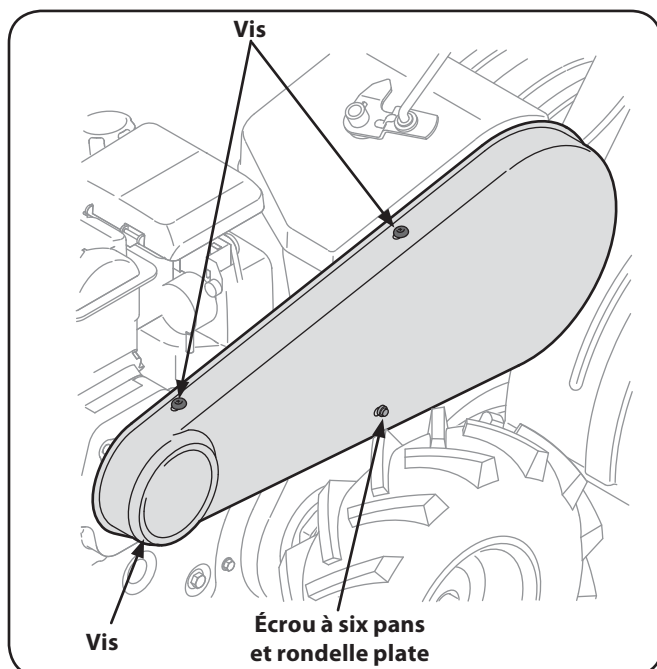

Figure 7-1
2. Démontez le couvre-courroie du côté gauche du motoculteur comme suit. Voir la Fig. 7-1. Enlevez les deux auto-taraudeuses du dessus du couvre-courroie.